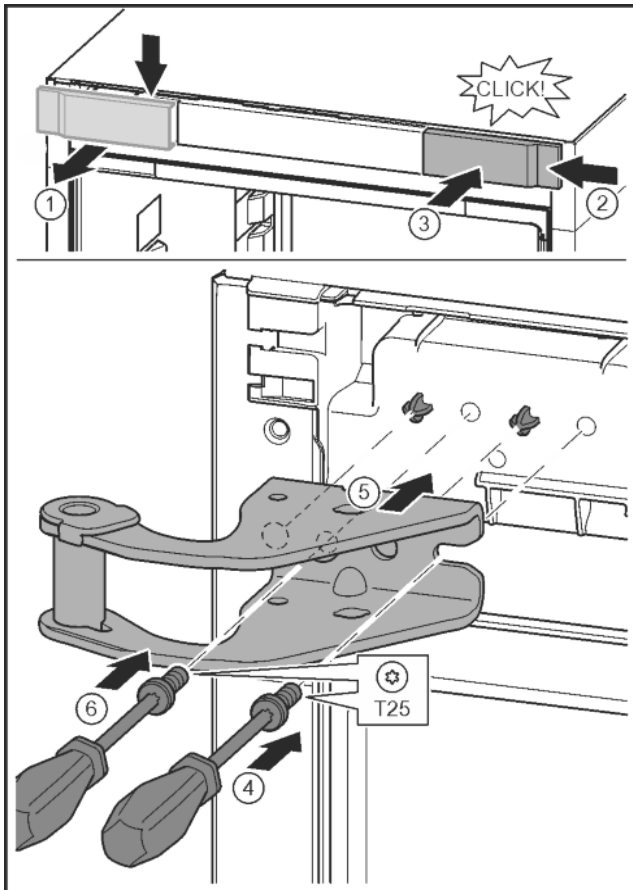

Fig. 11
- ▶ Uvoľnite kryt a odoberte ho z boku. Fig. 11 (1)
- ▶ Kryt zaveste na druhú stranu sprava otočený o 180°. Fig. 11 (2)
- ▶ Kryt zaklapnite. Fig. 11 (3)
- ▶ Skrutkovačom T25 nasadíte skrutku. Fig. 11 (4)
- ▶ Nasadíte hornú ložiskovú konzolu. Fig. 11 (5)
- ▶ Skrutku pevne zaskrutkujete. Fig. 11 (4)
- ▶ Skrutku nasadíte a pevne zaskrutkujete skrutkovačom T25. Fig. 11 (6)